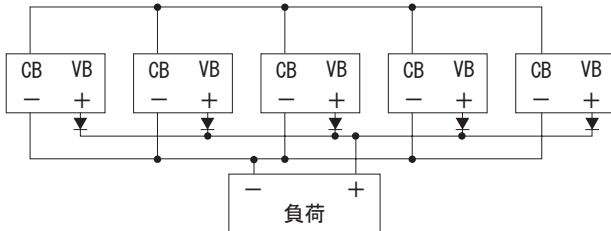

図 5.9 ダイオードを用いたN + 1冗長運転接続図
⑤さらに信頼度の高い回路構成にするために、ダイオードを使用する場合は図 5.9 の接続で使用してください。